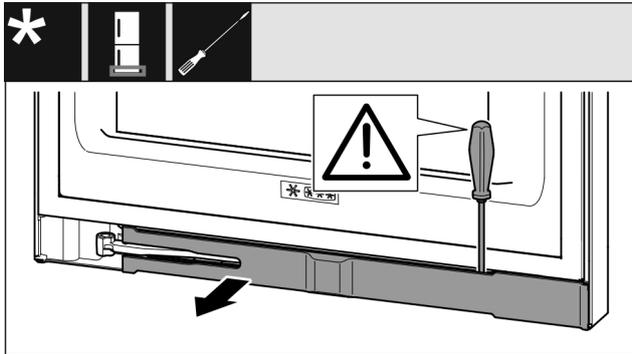

Fig. 13
- ▶ Ravnim odvijačem otpočajete masku i zakrenite je u stranu Fig. 13 ().